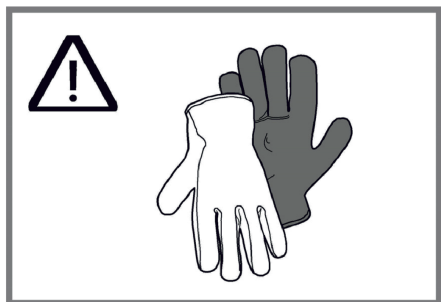

Fig. 4
- Dele inde i enheden kan have skarpe kanter. Brug venligst beskyttelseshandsker (Fig. 4).